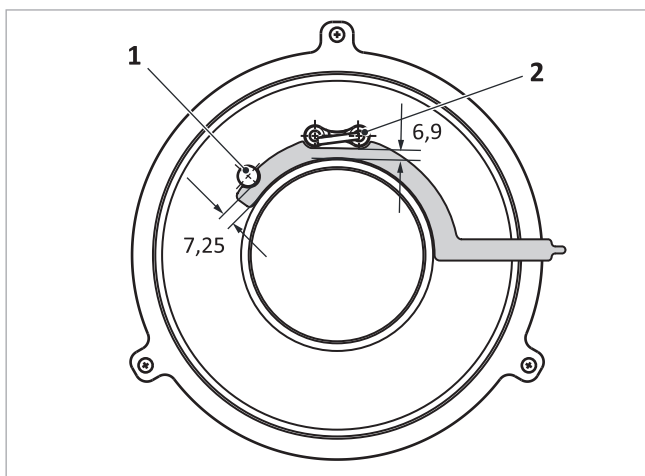

Fig. 32 : écarts entre les électrodes d'allumage et d'ionisation vers la tête du brûleur
- Électrodes d'ionisation ➔ Fig. 32 (1) : 7,25 mm
- Électrodes d'allumage ➔ Fig. 32 (2) : 6,9 mm